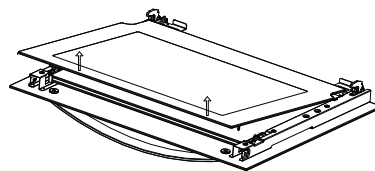

Рис. 3
2. Возьмите стекло за нижний край, немного приподнимите, чтобы оно освободилось из фиксаторов, и снимите его (рис. 3).